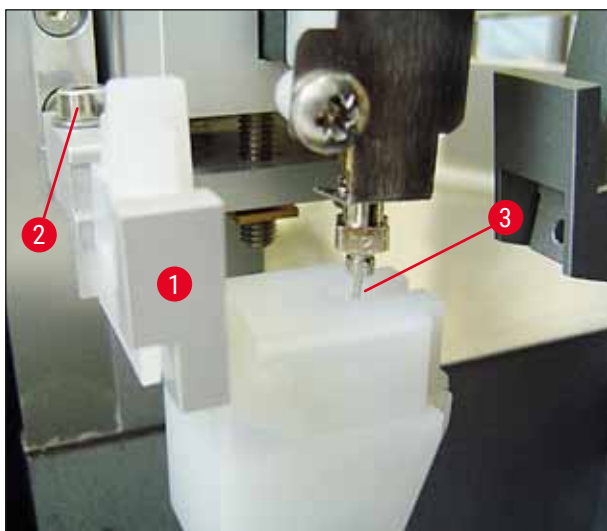

Fig. 23
2. Para isso, solte o parafuso (→ Fig. 23-2) usando a Chave Allen Nº 3 (→ Fig. 22-5) e alinhe o limpador de agulha do distribuidor movendo o suporte (→ Fig. 23-1) para os lados até que a agulha do distribuidor (→ Fig. 23-3) se mova para a posição correta no meio da porta de limpeza (→ Fig. 23).